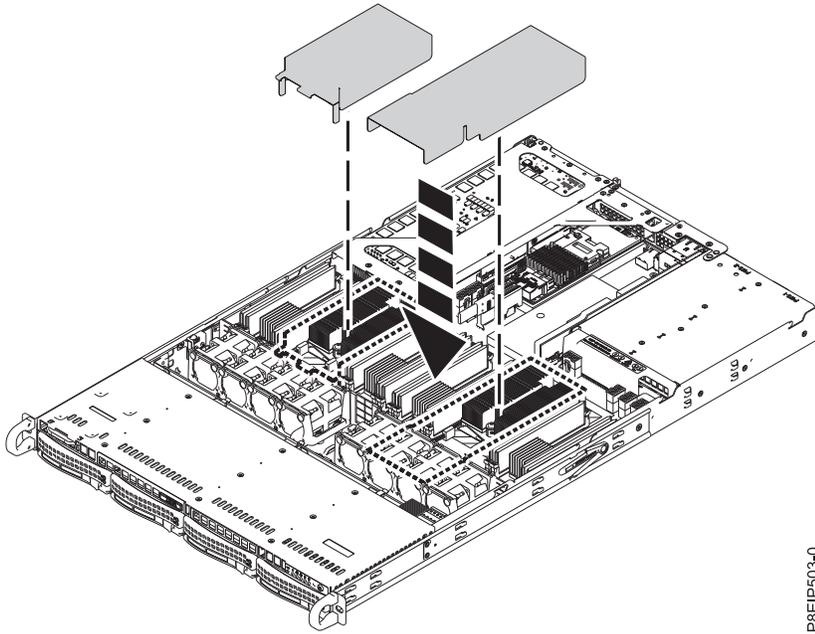

Abbildung 61. Luftführung des Prozessors installieren
20. Installieren Sie die Luftführung des Prozessors (siehe Abb. 61 auf Seite 58). Setzen Sie die Ecke der Luftführung in die Lüfterhalterung ein. Drücken Sie die Luftführung anschließend nach unten, bis sie einrastet.